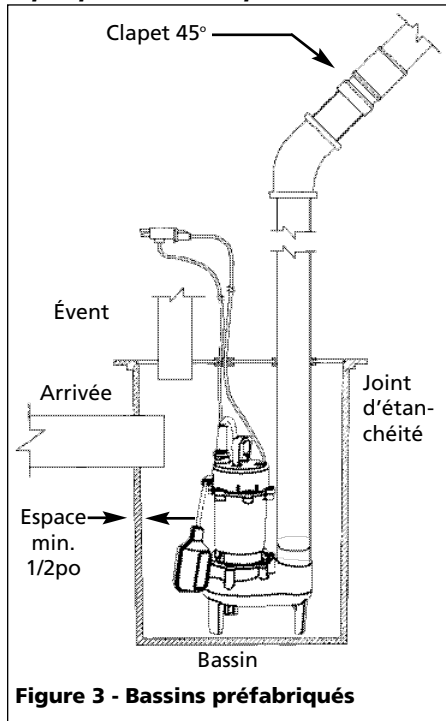

Figure 3 - Bassins préfabriqués
- 6. Cette pompe a un interrupteur à longue détachable tether switch avec une fiche superposée (Voir Figure 3). La longueur du longe (distance du cordon du flotteur à la pince) ne devrait pas être ajustée moins que 8,26 cm (3-1/4 po) et ne devrait pas être utilisé dans un bassin plus petit que 35,6 cm (14 po) de diamètre. Si vous utilisez un différentiel autre que celui réglé à l'usine, s'assurer que lorsque la